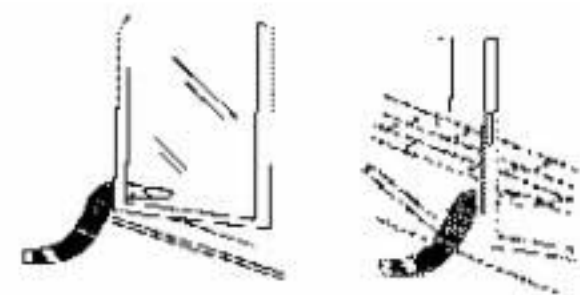

Рис. 9
3. При временном монтаже установите шланг в ближайшем окне или в дверном проёме (см. рис.9).